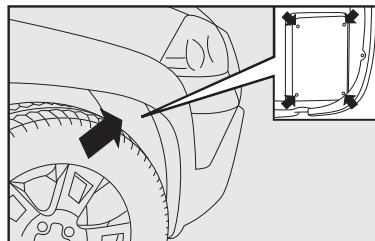

fig. 41
- 1) Quite la tapa de inspección de los faros de profundidad ubicada en el interior del vano de la rueda **fig. 41**, utilizando una llave phillips en los tornillos indicados en el detalle **fig. 41**;